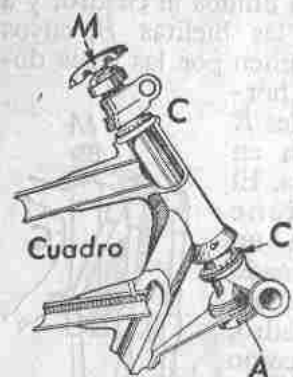
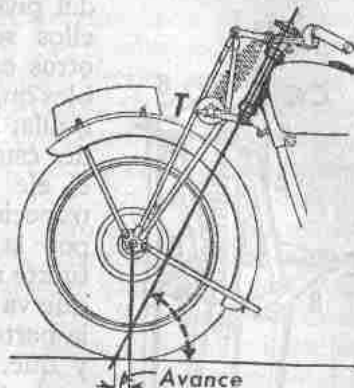

Fig. 318.—Pivote de la horquilla.
Fig. 319.—Cotas de la dirección.
Para frenar el ballesteo se coloca un amortiguador, generalmente de fricción, entre la horquilla y el cuadro, pero no conviene llevarlo excesivamente duro. Este amortiguador se ve en *T* (fig. 319).
**Dirección.**—El pivote de la dirección (fig. 318) lleva dos cojinetes-topes de bolas *C* para facilitar el giro del manillar. Sin embargo, éste no debe estar tan suelto que las desigualdades del camino reaccionen fácilmente sobre él, y por ello es de empleo general otro amortiguador de fricción *A* que puede graduarse desde lo alto del pivote con la manija *M*, señalada con la misma letra en las figuras 308, 316 y 317. El apriete de este amortiguador, lo mismo que el del *T* de la suspensión (fig. 319, si lo hay de este tipo, ya poco usado), no debe ser excesivo; en todo caso, el conductor los apretará tanto más cuanto peor sea el estado del camino.
La prolongación del eje del pivote corta al suelo (fig. 319) por delante del eje de la rueda unos 5 a 10 cm.; tanto más